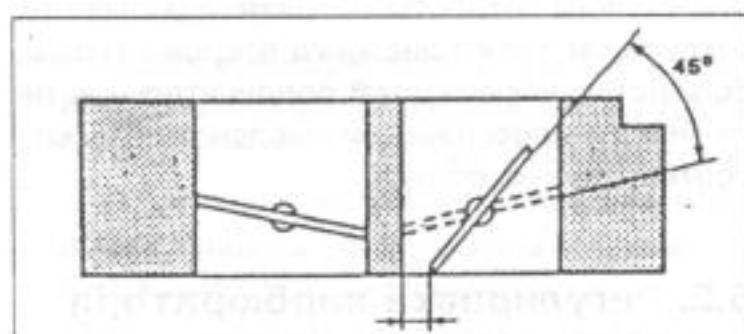
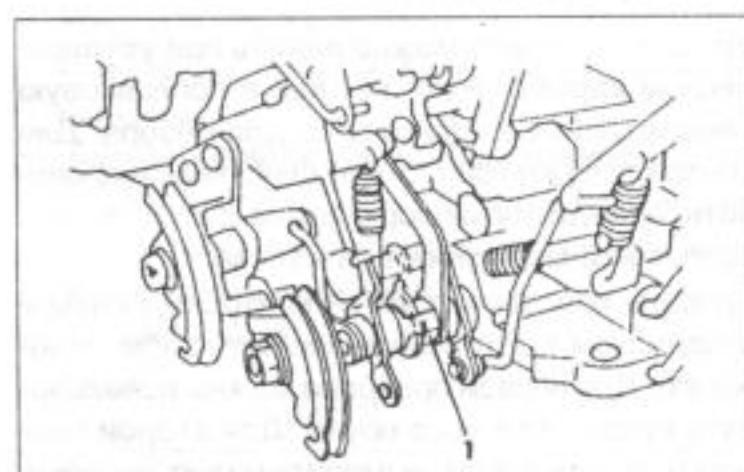

Рис. 132.
Рис. 133.
- Открыть полностью дроссельную заслонку первой ступени и другой рукой прижать рычаг дроссельной заслонки второй ступени влево. Контролировать, чтобы дроссельная заслонка первой ступени образовывала угол 45° , если заслонка второй ступени также открыта. Чтобы измерить этот угол, можно вставить сверло от 7,3 до 8,3 мм в месте, указанном на рис. 132. Если зазор не соответствует размеру при открытой заслонке второй ступени, согнуть рычаг на рис. 133, пока зазор не достигнет нужного размера.